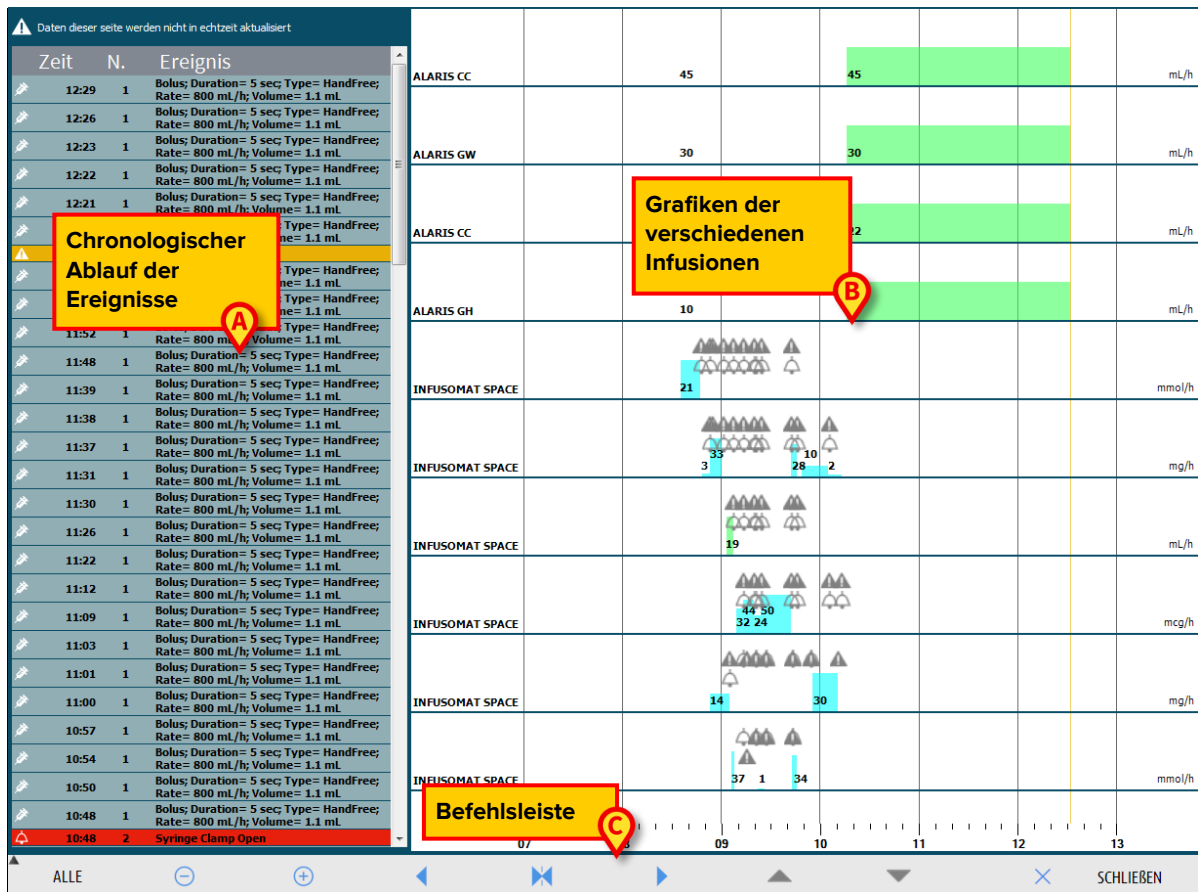

Abb. 17
- eine Liste aller Ereignisse, die von allen Pumpen während des gesamten Krankenhausaufenthalts des gewählten Patienten registriert wurden (Abb. 17 **A** – siehe Seite 15);
- eine Grafik der verschiedenen Infusionen (Abb. 17 **B** : die Grafiken sind so zu verstehen, wie unter "Patienten-Zentral" auf Seite 13 erläutert);
- eine Befehlsleiste, die es gestattet den Anzeigenmodus der Grafik zu bestimmen (Abb. 17 **C** – siehe Seite 16).